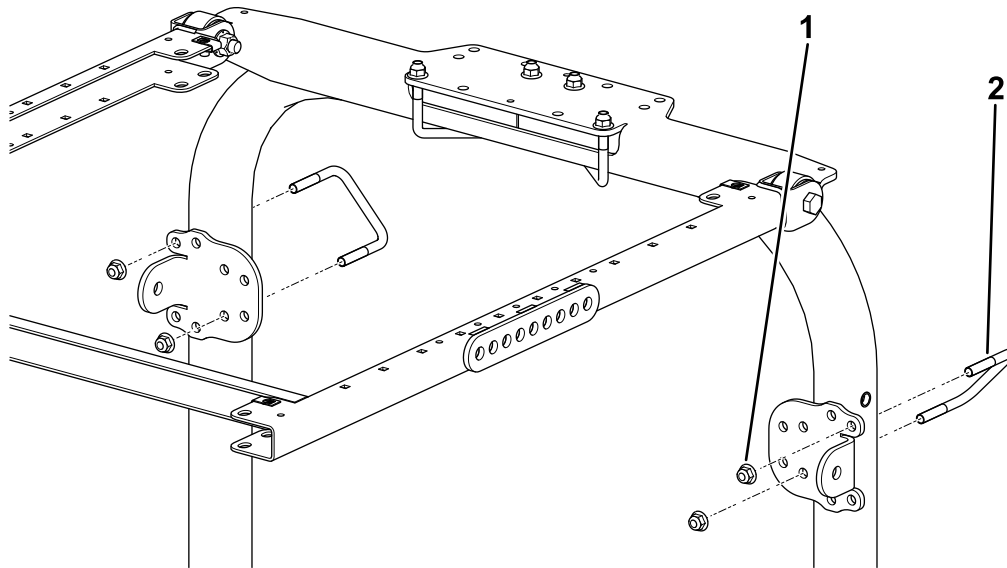

Figure 11
10. Utilisez les trous indiqués à la Figure 11 pour fixer le support du ROPS au sommet de l'arceau de sécurité à l'aide de 2 étriers filetés (4 1/2" x 2 3/4") et de 4 écrous à embase.
11. Utilisez les trous indiqués à la Figure 11 pour fixer légèrement chacun des supports de renfort aux montants de l'arceau de sécurité à l'aide d'un étrier fileté (3 1/2" x 2 3/4") et de 2 écrous à embase.